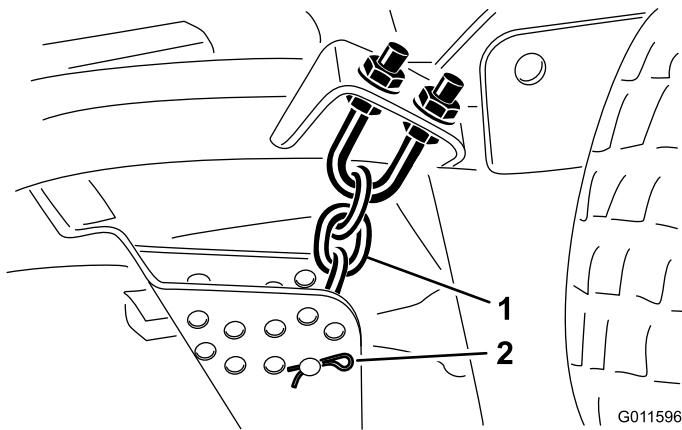

Bild 7
8. Entfernen Sie die Splinte und die Lastösenbolzen, mit denen die Schnitthöhenkette am Heck des Mähwerks befestigt ist (Bild 7).